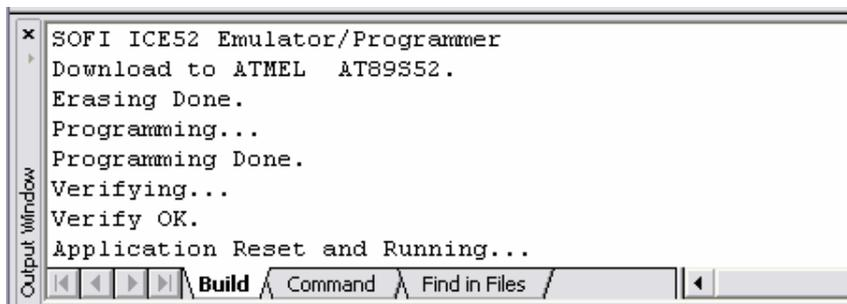

图 4.26 Keil 编程信息
4) 点击 Keil 工具栏的  按钮，或者是菜单【Flash】→【Download】即可将程序烧写开发板的实验芯片 (AT89S52) 内。Keil 的窗口内会显示如图 4.26 所示的内容。下载完毕，目标板上单片机便开始运行写入的程序 (注意程序必须正常，如果不能正常运行，可以直接使用光盘中的范例程序)。